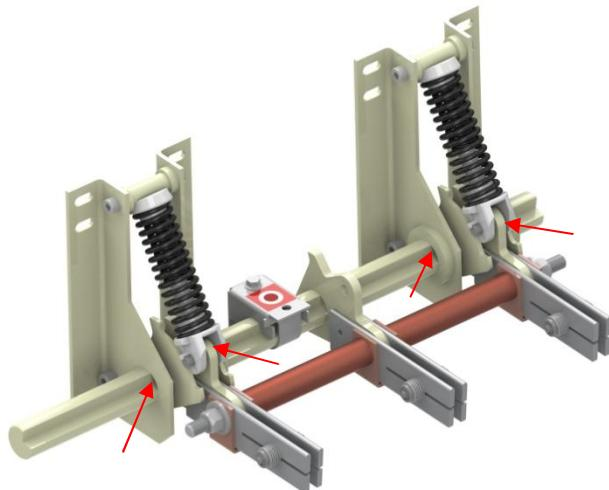

Рис. 6 Места смазки.
2.2.9 Смазать трещищиеся поверхности смазкой ЦИАТИМ 221 согласно Рис.6.